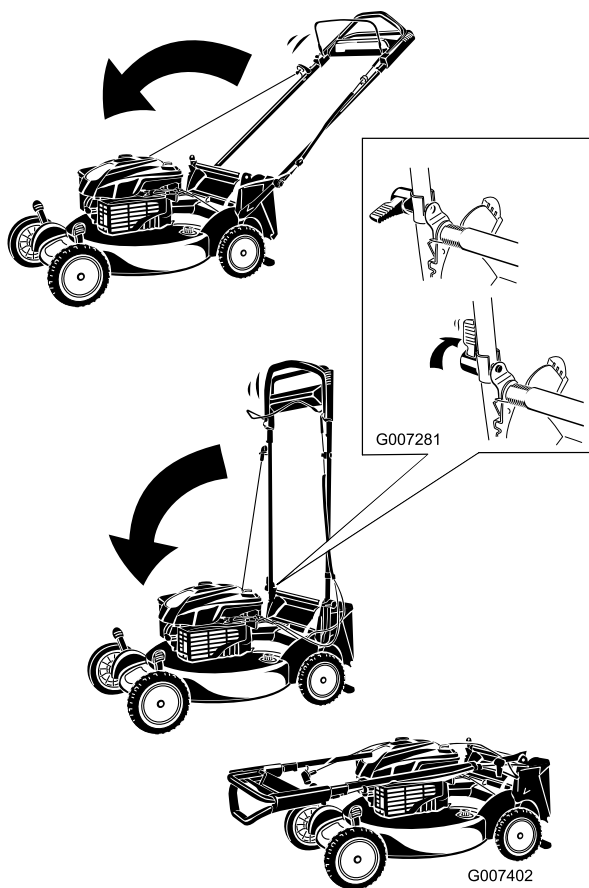

Bild 43
1. Drehen Sie den Griff nach vorne (Bild 43).